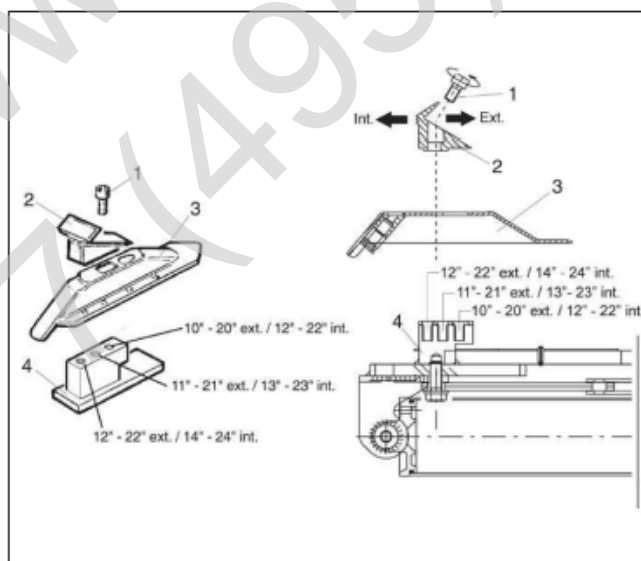

Рисунок 6
- В зависимости от условий работы данную настройку можно изменить, переустановив кулачки (Рис.6).